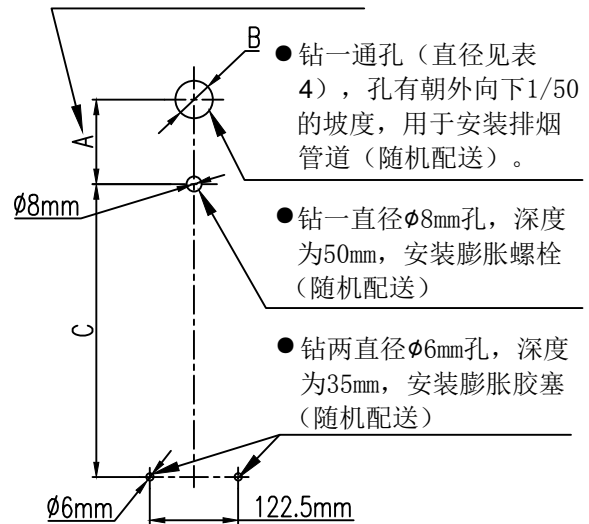

图6
- (1) 按图6的尺寸在墙上打孔，并安装固定M6膨胀螺栓；